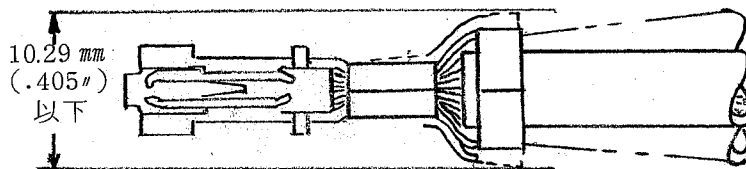

図 3
(2) 基準中心軸から左右方向の曲りは図3に示す限度をこえないこと。